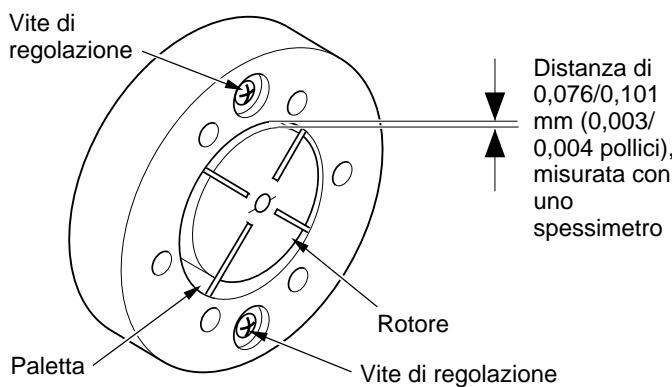

Figura 24. Ubicazione delle viti di regolazione della distanza
- Controllare la distanza del rotore. Se necessario, regolarla portandola a 0,076/0,101 mm (0,003/0,004 pollici) (vedere la Figura 24).